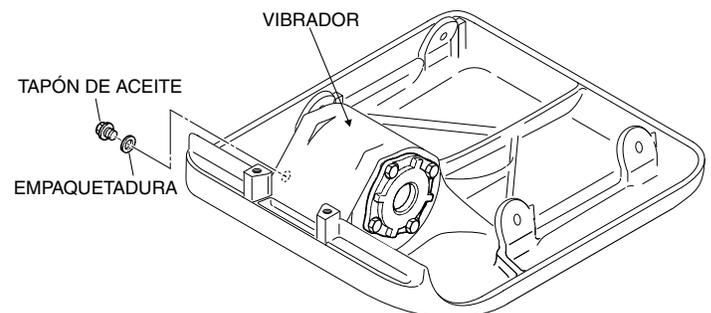

Figura 11. Revisión de aceite del vibrador
2. Quite el tapón de aceite para revisar el nivel de aceite del vibrador (indicador de aceite del vibrador) como se muestra en la Figura 11. El nivel debe llegar al punto del tapón de aceite.